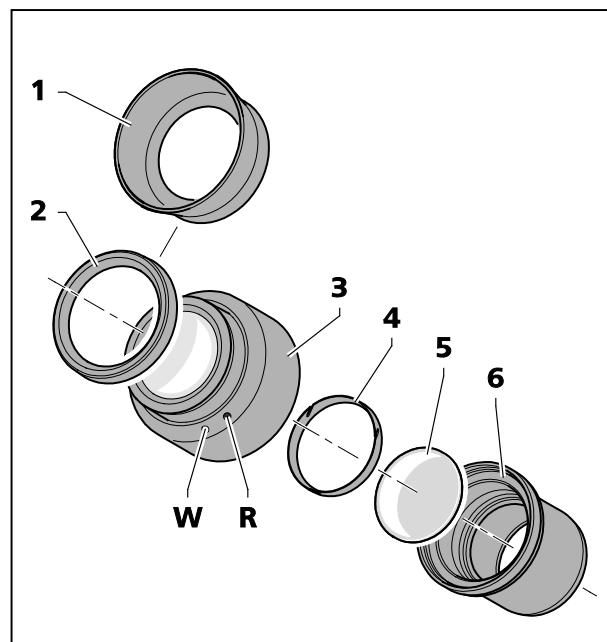

図 16 接眼レンズプレートの取り付け
接眼レンズにゴム製のメガネ保護リングが付いており、メガネに擦り傷が付くのを防いでいます。これらは、反転式アイカップ(図 16/1)に交換することができます。
- その場合、メガネ保護リング(図 16/2)を接眼レンズから外し、アイカップ(図 16/1)をセットします。
- カバー(図 16/6)を接眼レンズ(図 16/3)から取り外します。
- ロックリング(図 16/4)を取り外します。
- 接眼レンズプレート(図 16/5)をセットします。
追加のガラスパスの効果で簡単な画像移動は、視度においてゼロ位置が白色の点(図 16/W)ではなく、赤色の点(図 16/R)で表示されることによって考慮されています。